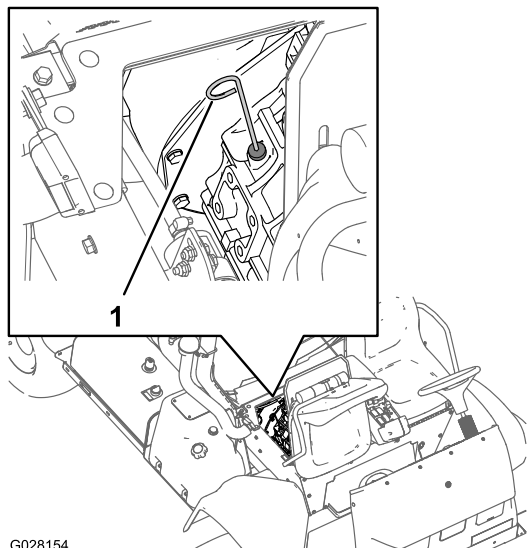

図 18
2. 助手席の下にあるディップスティックを抜きウェスで一度きれいに拭く (図 18)。